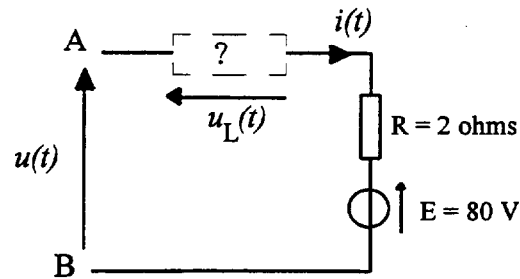

Figure 3
I.4. Le schéma équivalent de la charge alimentée par le convertisseur est représenté partiellement sur la figure 3 où le "?" représente une bobine d'inductance L dont on néglige la résistance :